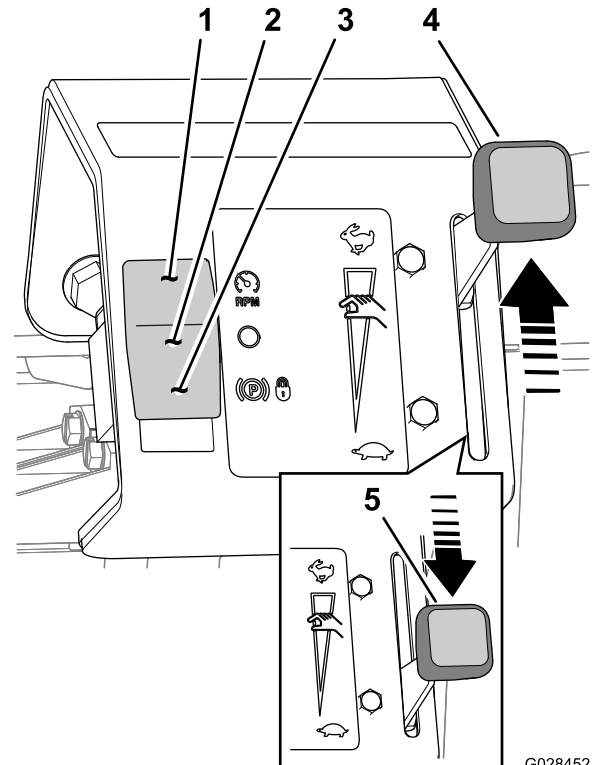

図 30
2. ハンドスロットルを SLOW 位置に動かす 図 30。
3. モードスイッチを下スロットルロック位置にセットする 図 30。
5. ハンドスロットルを FAST 方向に動かす 図 30。
6. ハンドスロットルを SLOW 位置に動かす 図 30。
9. ハンドスロットルを FAST 方向に動かす 図 30。
1. ハンドスロットルを SLOW 位置に動かす 図 30。
2. モードスイッチを上OFF位置にセットする 図 30。
6. ハンドスロットルを FAST 方向に動かす 図 30。
2. モードスイッチを上走行速度リミット位置にセットする 図 30。
5. スロットルペダルを踏み込んだ状態で、ハンドスロットルを FAST 方向に動かす 図 30。